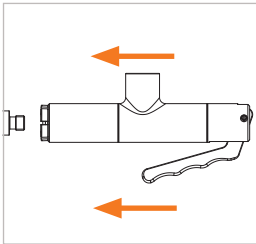

Figure 6
- ▶ Insérez le connecteur, avec le levier à main (Pos. 2) comprimé, dans l'axe sur la pièce d'essai jusqu'à ce que le joint frontal (Pos. 7) entre en contact avec la pièce d'essai (Figure 6). Le joint frontal est ainsi préservé des dommages causés par d'éventuels bords saillants de la pièce d'essai et le bon raccordement est garanti.